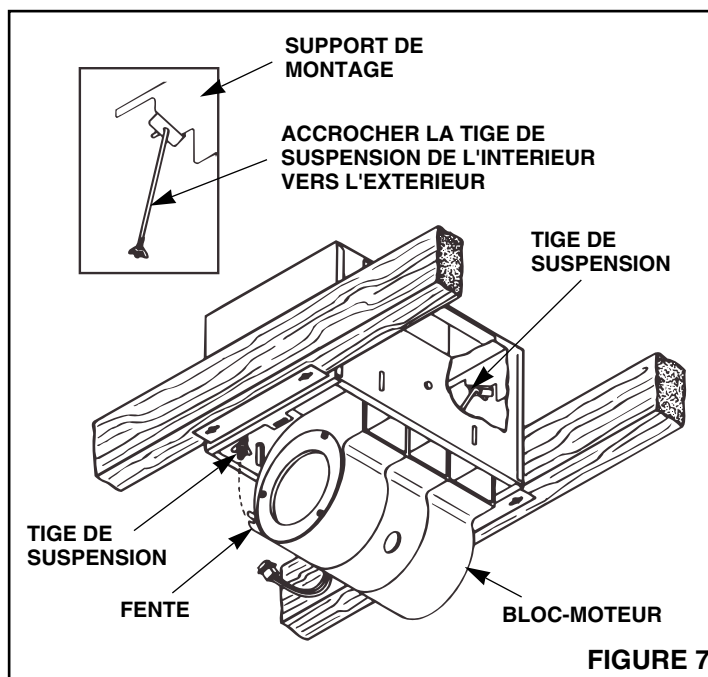

FIGURE 7
1. Voir Figure 7. Le bloc-moteur s'installe à l'aide de deux tiges de suspension aux supports de montage. Insérer les tiges de suspension par les orifices du support de montage en les accrochant de l'intérieur vers l'extérieur.
3. Brancher le raccord à trois (3) fils provenant du boîtier de raccordement avec le raccord à trois fils du bloc-moteur en s'assurant que le branchement soit bien fait.